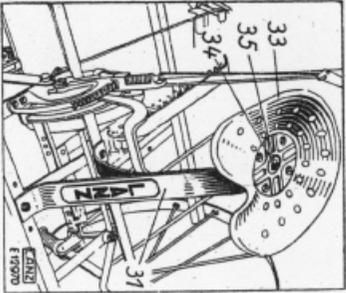

Bild 15. Sitz
g) Sitz „33“ (Bild 15) mittels der Flachrundschraube „34“ auf Sitzhalter „31“ anschrauben. Die Unterlagscheibe „35“ ist dabei auf den Sitz aufzulegen. Gleichzeitig ist unterhalb des Sitzhalters der Schlüsselhaken mit anzuschrauben.